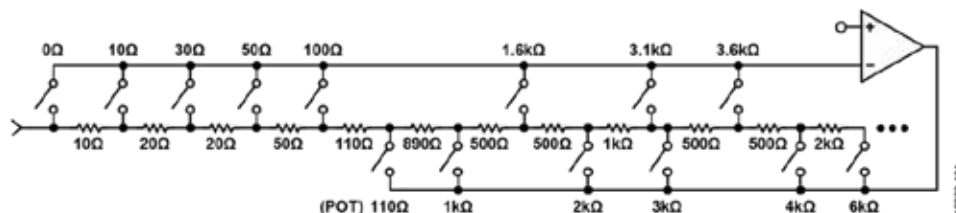
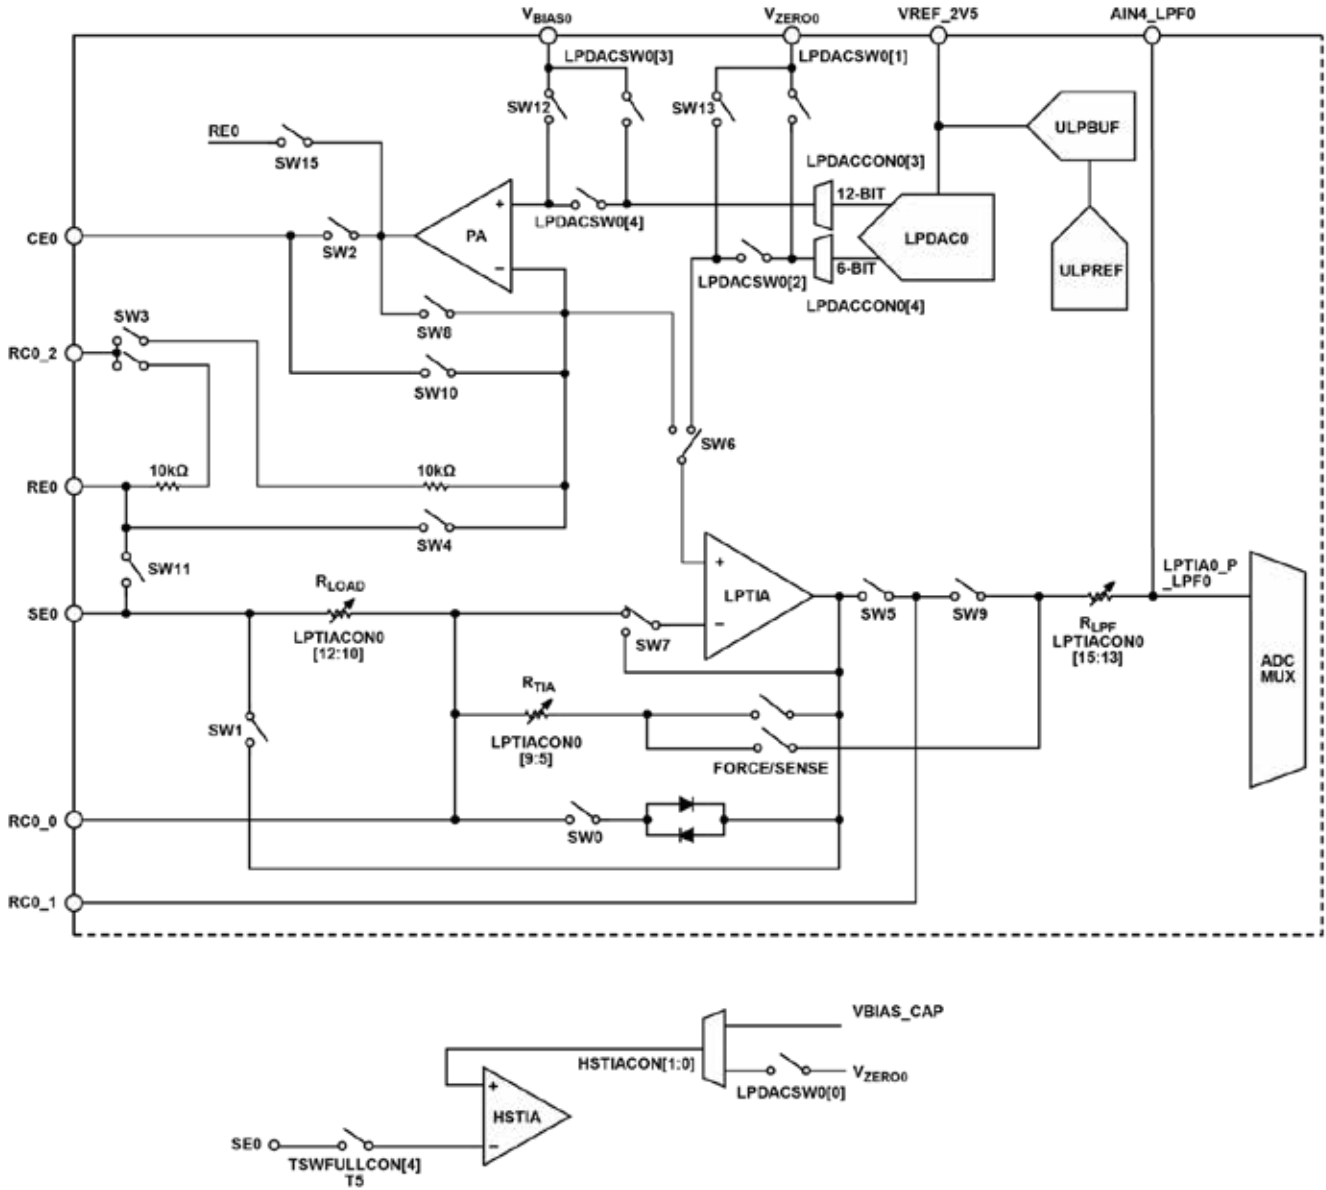

图22. LPTIA  $R_{LOAD}$ 和 $R_{GAIN}$ 配置
图23. 低带宽环路开关
恒电势器的输出可以通过开关矩阵连接到各种封装引脚（详情参见“可编程开关矩阵”部分）。围绕恒电势器有多个可配置的开关选项，可提供多种配置选项（参见图 23）。
恒电势器也可用于标准缓冲输出，以将  $V_{BIAS0}$  电压输出到 CE0。为此，应闭合 SW10 开关以将反相输入连接到恒电势器的输出，如图 23 所示。
围绕低功耗 TIA 电路有多个开关。LPTIASW0 寄存器配置这些开关。图 23 显示了可用的开关。当 LPTIACON0 寄存器的 TIAGAIN 位（位[9:5]）设置后，这些开关会自动闭合。当这些开关闭合时，AIN4/LPF0 引脚上的一个带低通滤波器电阻 ( $R_{LPF}$ ) 和电容的驱动/检测电路用作电阻-电容 (RC) 延迟电路。LPTIA0\_P\_LPF0 将低功耗 TIA 低通滤波器的输出连接到 ADC 多路复用器。当使用低功耗 TIA 时，ADI 公司建议将 LPTIA0\_P\_LPF0 复用选项选择为 ADC 输入。建议在 RC0\_0 引脚和 RC0\_1 引脚之间连接一个 100 nF 电容，以稳定低功耗 TIA。
LPTIACON0[9:5] 位为低功耗 TIA 选择不同的增益电阻值，图 23 中将其标记为  $R_{TIA}$ 。低功耗 TIA 的反馈路径上显示的驱动和检测连接用于避免开关上的电压 ( $I \times R$ ) 下降，这些开关为内部  $R_{TIA}$  选择不同的  $R_{TIA}$  设置。
对于各种测量类型，表 21 描述了低功耗恒电势器环路的推荐开关设置。对于所有测量类型，开关设置为 1 表示闭合开关，开关设置为 0 表示断开开关。LPTIASW0[13:0] 控制 SW13 至 SW0，如图 23 所示。图 22 显示了 LPTIA 的  $R_{LOAD}$  和  $R_{GAIN}$  设置之间的关系。 $R_{LOAD}$  通过设置 LPTIACON0 的位[12:10] 来配置。 $R_{GAIN}$  通过 LPTIACON0 的位[9:5] 来配置。当  $R_{LOAD}$  较大时，它使用  $R_{GAIN}$  组中的电阻，这会减小  $R_{GAIN}$  的大小。详情参见 LPTIACON0 位域中的描述（表 22 和表 24）。